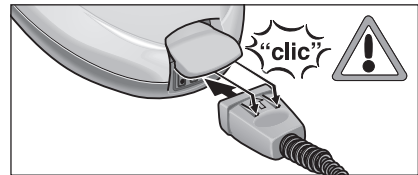

Abb. 1: Einstecken des Blocksteckers
- Stecken Sie den Blockstecker (C6) fest in die Gerätesteckdose (A1). Dabei müssen die beiden Nasen des Blocksteckers am Deckel der Gerätesteckdose einrasten (siehe Abb. 1).